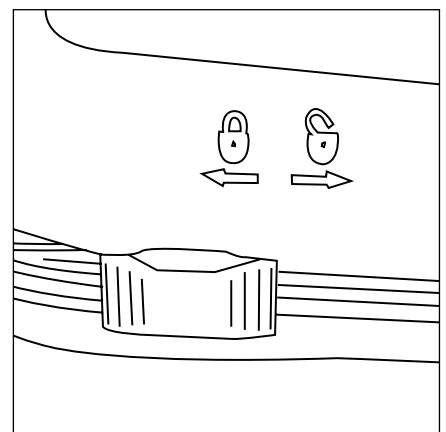

Figura 7
3. Collocare il coperchio sulla base della camera e far scorrere le sei chiusure in posizione "bloccata" (🔒) (**Figura 7**). Verificare che la guarnizione circolare sia ben inserita nella sua sede.